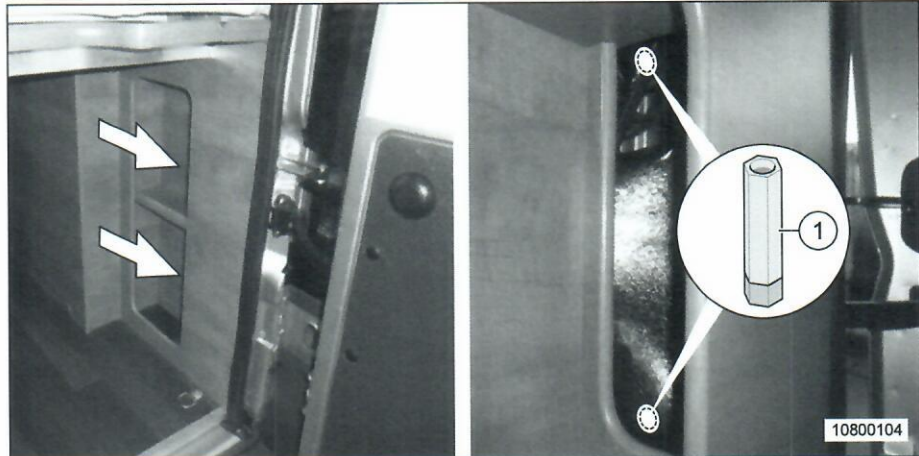

Abb. 68 Heckleuchte Beifahrerseite Malibu 640
- Die Öffnungen zu den Muttern (Abb. 68, Pos. 1) befinden sich in der Fahrzeugsäule rechts im Ablagefach unter der Bettplatte (Abb. 68).
2. Mit einem Steckeinsatz (SW 17), einer kurzen Verlängerung und einer Werkzeug-Knarre die beiden Muttern (Abb. 68, Pos. 1) lösen und entnehmen.
- Bei Rückbau die Muttern (Abb. 68, Pos. 1) handfest anziehen.